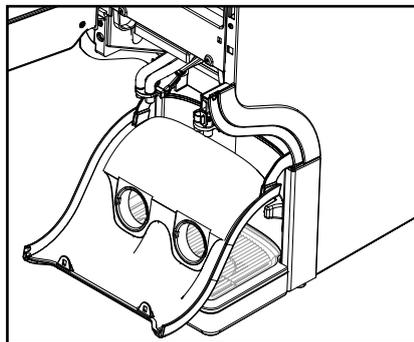

Fig. 26
- b. Tirez le couvercle de la sortie vers le bas (fig. 26).